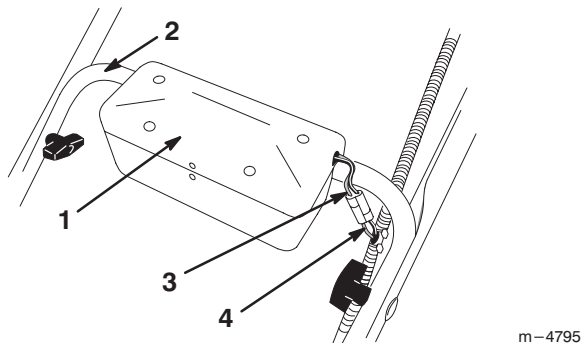

Abbildung 4
2. Die Stifte im Batteriegefäß auf die Löcher in der unteren Griffstange ausrichten und die Stifte in die Löcher herunterlassen, bis das Batteriegefäß an seinem Platz einschnappt (Abb. 4).
- 3.** Die Leitung von der Batterie an die Leitung vom Kabelbaum im Wellrohr anschließen (Abb. 4).